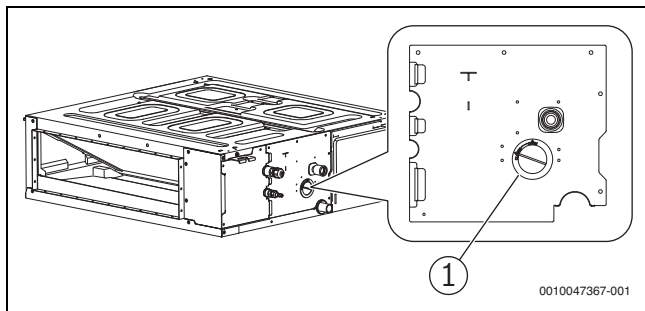

fig. 26
- ▶ Hapni kapakun e ujit të provës (→ Fig. 26) në trupin e pajisjes duhet të zhvidhohet gjatë provës së shkarkimit për të kontrolluar nëse pompa e shkarkimit është e ndezur dhe nëse ka ndonjë problem me pompën e shkarkimit.